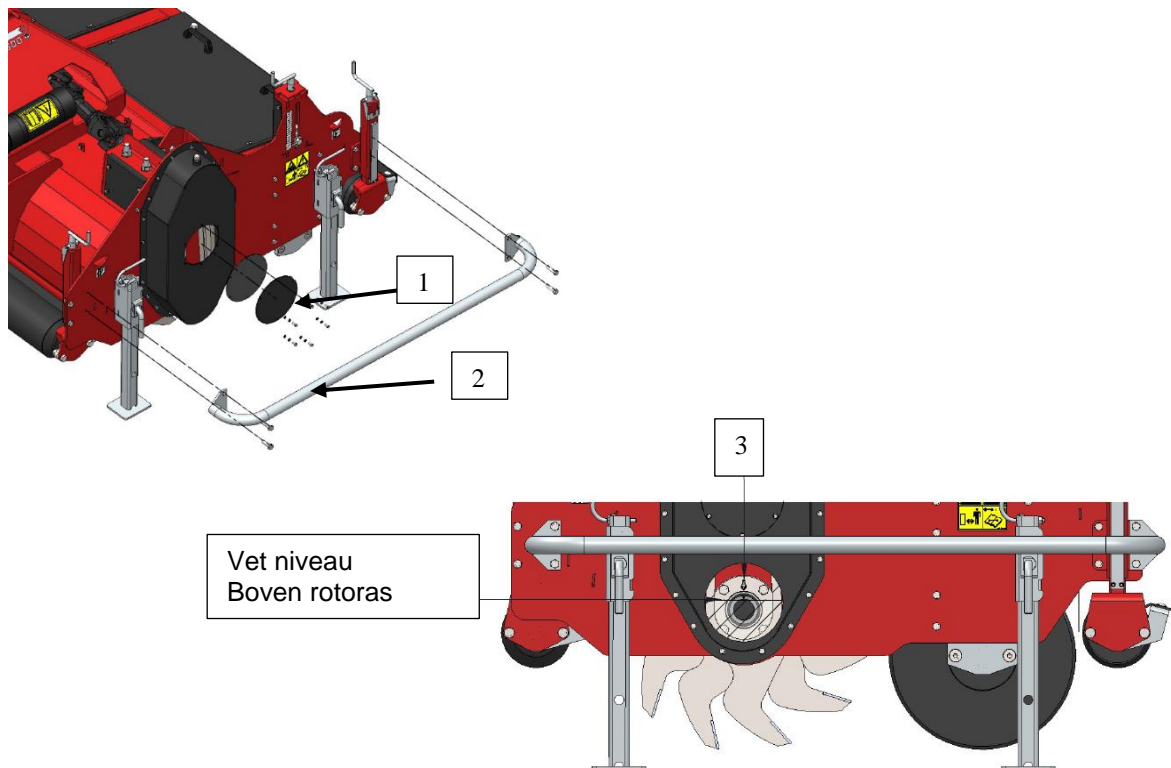

Fig. 16
2. Verwijder de afschermbeugel (2) en het toegangsluik (1) (fig 16)
6. Vul de aandrijfkast met EP 0 smeervet via de opening tot het vetniveau boven het midden van de rotor-as staat (totaal ca 2,2 liter / 0,58 gal) (fig 16)
7. Monteer het toegangsluik en de rubber pakking (1) terug
8. Monteerde de afschermbeugel (2) terug
1. Verwijder de afschermbeugel (2) en het toegangsluik (1) (fig 16)
5. Draai de onderste moeren (7) beiden een aantal slagen verder vanaf de bevestigingsplaat en de bovenste moeren (7) een gelijk aantal slagen strakker, zodat de spanner verdraait. De kettingslag wordt nu kleiner
6. Als de slag de kleinste waarde bereikt heeft, draai dan de onderste moeren (7) tegen de bevestigingsplaat aan en trek de bovenste moeren (7) vast tegen de bevestigingsplaat; de spanner is nu niet meer verstelbaar. Controleer dat beide draadeinden even ver uitsteken.
7. Draai de moeren (5) vast en controleer de kettingspanning opnieuw
9. Indien de vrije slag van de ketting juist is kunnen de moeren (6) aangedraaid worden (Indien gewenst kan de PTO-tussen-as direct gesmeerd worden)
11. Monteer het toegangsluik en de rubber pakking (1) terug (fig 16)
12. Monteerde de afschermbeugel (2) terug (fig 16)